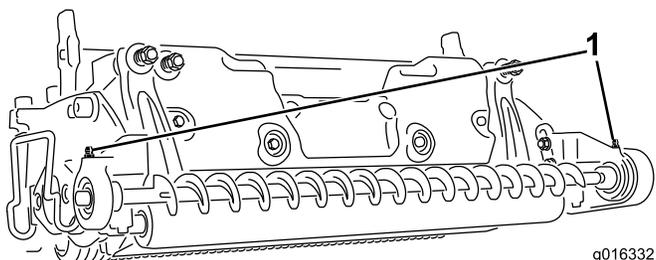

Рисунок 24
2. Дочиста протрите каждую масленку, чтобы посторонние вещества не могли проникнуть в подшипник или втулку; см. Рисунок 24.